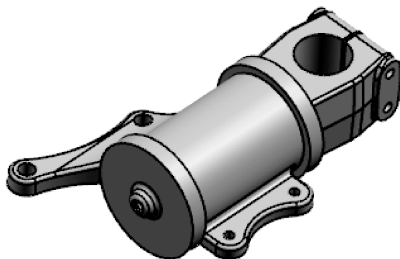

图 9-30 分析模型
- 01 打开本例素材源文件【9-3.prt】，如图 9-30 所示。模型中有圆角特征和孔特征，我们仅清除比较小的圆角和孔。